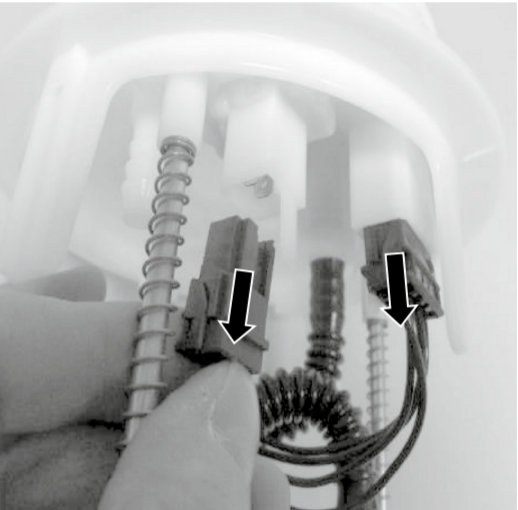

Abb. 2/Fig. 2/Puc. 2/图2
- Remove the sender unit and fuel pump connectors from the flange cover (1) (Fig. 2).
- Débrancher les prises mâles de l'indicateur de niveau et de la pompe à carburant sur le couvercle de la bride (1) (Fig. 2).
- Отсоедините разъемы датчика уровня топлива и топливного насоса от крышки-держателя с фланцем (1) (Рис. 2).
- Retirar el conector del sensor del depósito y de la bomba de combustible de la tapa de brida (1) (Fig. 2).